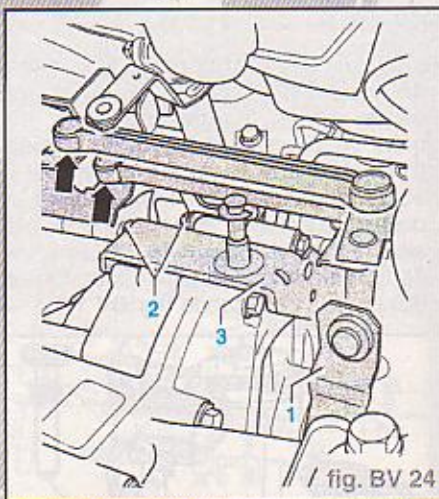

fig. BV 24
- Déposer ensuite la rondelle de sûreté (3).
- Retirer le levier intermédiaire (4) de la console.
- Tourner le levier intermédiaire (4) et le dégager de la biellette de passage (5).
- Soulever ensuite les deux biellettes de sélection en faisant lever (flèches) (fig. BV 24).
- Déposer le levier de vitesse (1) de la boîte de vitesses.
- Dévisser complètement les deux vis (2) pour la fixation de la console (3) sur la boîte de vitesses.